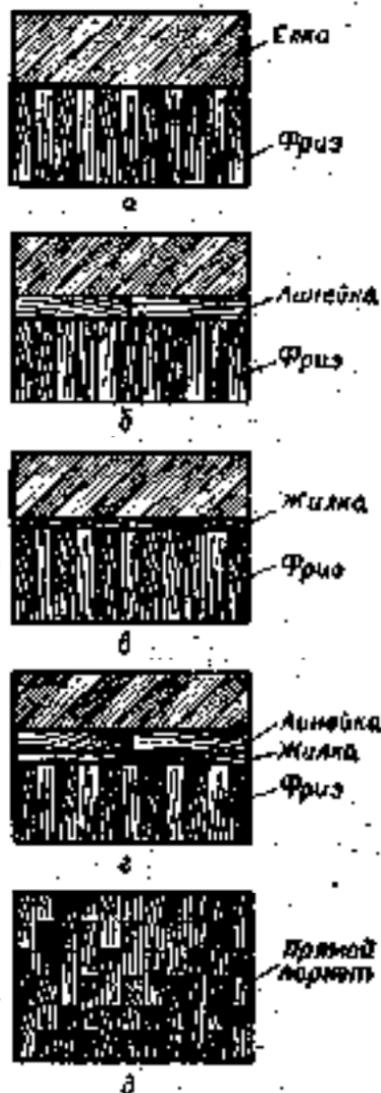

Рис. 216 Способы укладки штучного паркета:
3. Определять способ укладки паркета (рис. 216). Паркет, укладываемый в один ряд, настилают в небольших помещениях и узких коридорах. Стыки штучного паркета могут располагаться по-разному. Штучный паркет кладут с фризом без скантовки и с фризом с линейкой, с фризом с жилакой и линейкой. Часто паркет укладывают в елку по длине помещения от двери к окну. Из штучного паркета можно набрать улучшенный рисунок (рис. 217) в виде квадратов.